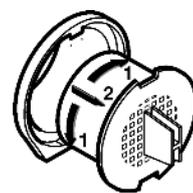

Fig. 37
- ▶ Tourner le filtre à charbon actif de 90° vers la droite ou vers la gauche *Fig. 37 (1)*.
- ▶ Retirer *Fig. 37 (2)* le filtre à charbon actif.
- ▶ Tourner le nouveau filtre à charbon actif de 90° vers la droite ou vers la gauche *Fig. 37 (1)*, jusqu'à ce qu'il encliquette.